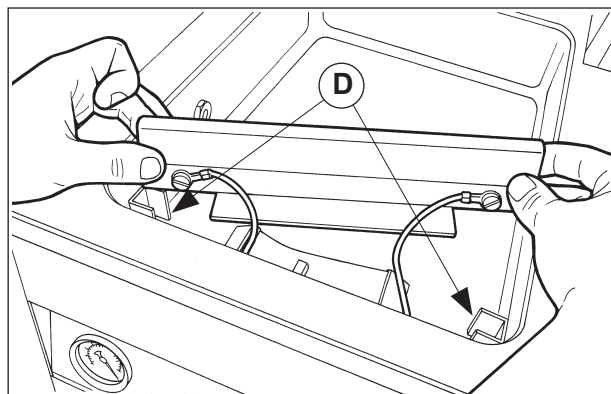

Fig. 6
- 5) Refit the bar in guide (D - Fig. 6) and reconnect the connection wires (Fig. 7).
- 5) Remettre la barre dans les guides (D - Fig. 6) en reconnectant les câbles solidement aux raccords (Fig. 7).
- 5) Reinstalar la barra en las guías (D, Fig. 6) y reconectar firmemente los hilos en sus conexiones (Fig. 7).